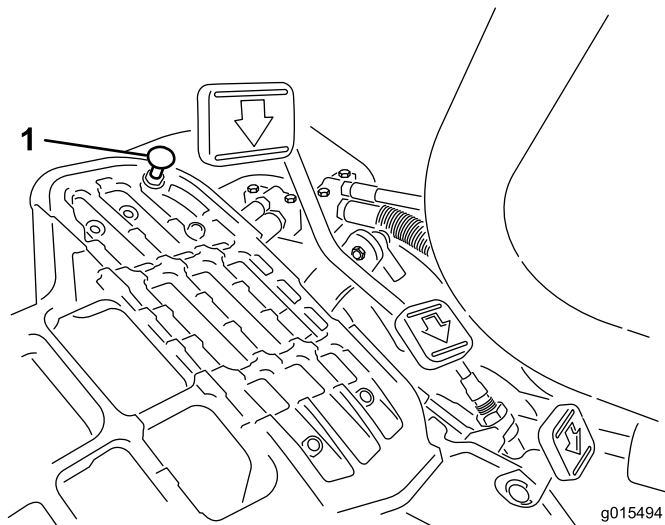

Figure 47
Pour obtenir la vitesse de transport maximale, placez le sélecteur de fonction en position de TRANSPORT et appuyez sur la pédale de déplacement. Si la pédale touche la butée (Figure 47) avant que la tension soit ressentie sur le câble, procédez comme suit :
1. Placez le sélecteur de fonction à la position de TRANSPORT et desserrez le contre-écrou de fixation de la butée au plancher (Figure 47).